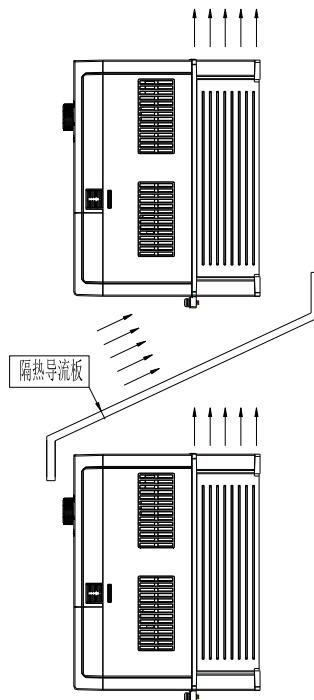

图3-2. A370/A370S变频器安装示意图
- 1) 请垂直安装变频器，便于热量向上散发。但不能倒置。若柜内有较多变频器时，最好是并排安装。在需要上下安装的场合，请参考图3-2的示意，安装隔热导流板。